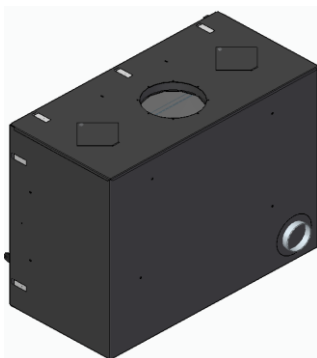

Figura 13 - Collegamento aria esterna
* L'unità è dotata anche di una presa d'aria di combustione coperta sul retro. Se volete installarlo all'aria esterna, dovrete rompere i microgiunti dei coperchi e realizzare il collegamento a una delle opzioni di presa d'aria, dal retro o dal basso; se scegliete il retro, dovrete cambiare il coperchio, facendolo passare verso il basso, vedi Figura 13.